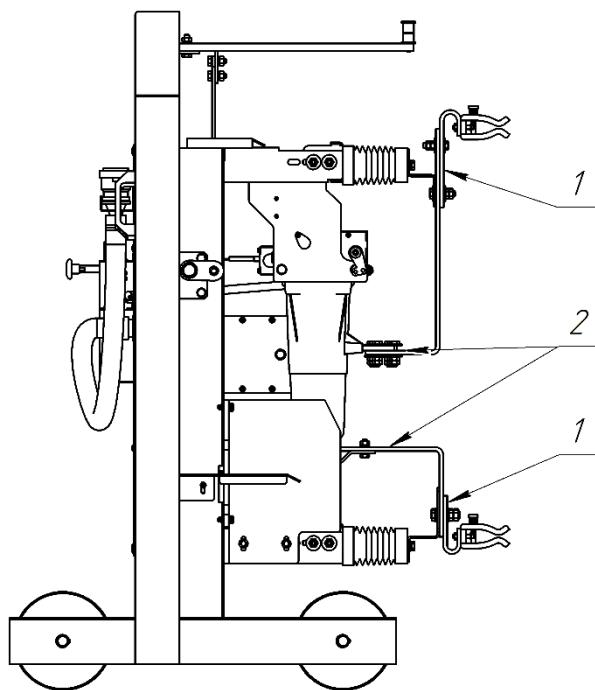

Рисунок 5 – Точки измерения переходного сопротивления
3.3.2 Электрическое сопротивление главных цепей ВЭ, без учета подвижных электрических контактов, измеряется в точках 1 (рисунок 5). Сопротивление главных контактов вакуумного выключателя измеряется в точках 2 (рисунок 5).